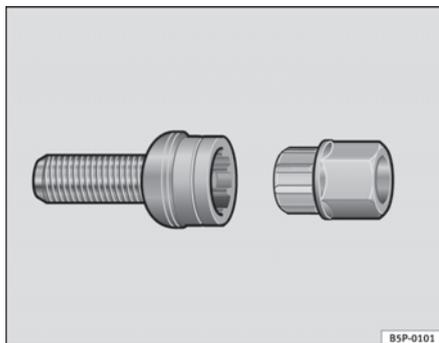

Fig. 159 Tornillo antirrobo de la rueda
- Coloque el adaptador hasta el tope en el tornillo antirrobo de la rueda ⇒ fig. 159.